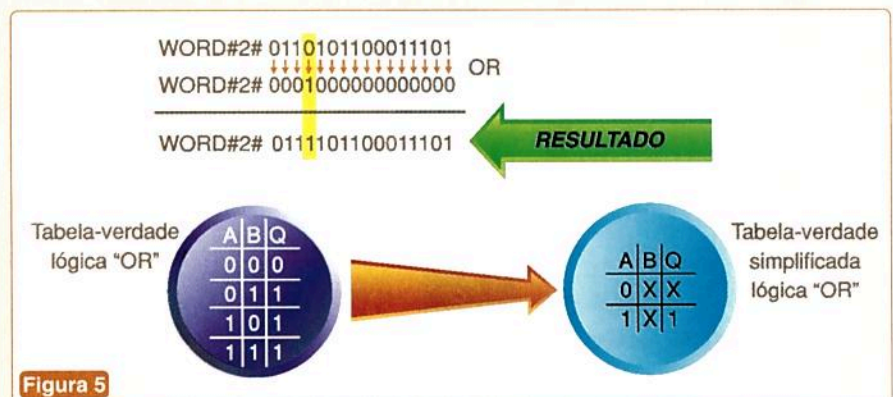

Figura 5
**Teoria:** Este conceito é bem simples, e mais uma vez precisaremos realizar uma operação lógica, mas desta vez com a função OR, conforme é visto na figura 5. Vemos que quando realizamos qualquer operação OR com uma das entradas em nível lógico "1" a saída será sempre "1", e quando realizamos a operação com uma das entradas em nível lógico "zero" a saída dependerá da outra entrada (X).